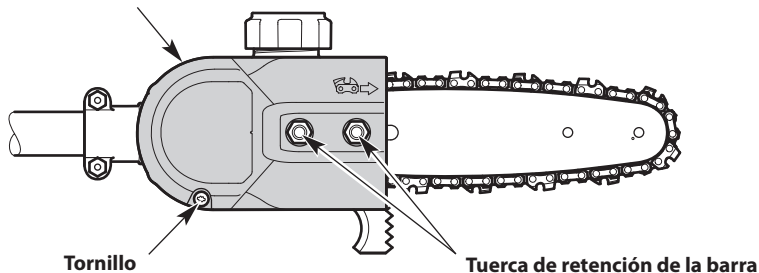

Fig. 15
1. Extraiga el tornillo y dos (2) tuercas de retención de la barra (1/2 pulgada) (Fig. 15).
2. Extraiga la cubierta de la barra (Fig. 15).
1. Afloje las tuercas de retención de la barra, pero no las quite (Fig. 15).